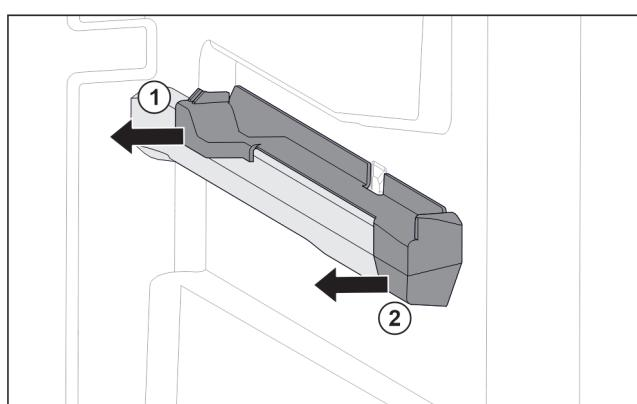

Fig. 79 Наставка върху дясното ребро на съда
- ▶ Хванете наставката отзад настрани. Fig. 79 (1)
- ▶ Изтеглете наставката отзад настрани. Fig. 79 (2)
- ▶ Изтеглете наставката отпред настрани. Fig. 79 (2)